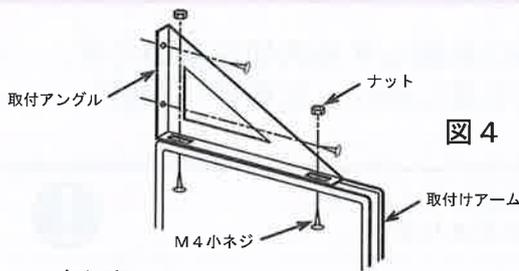

図 4
2. アングルの下に「アーム」を図4の方法で取付けてください。